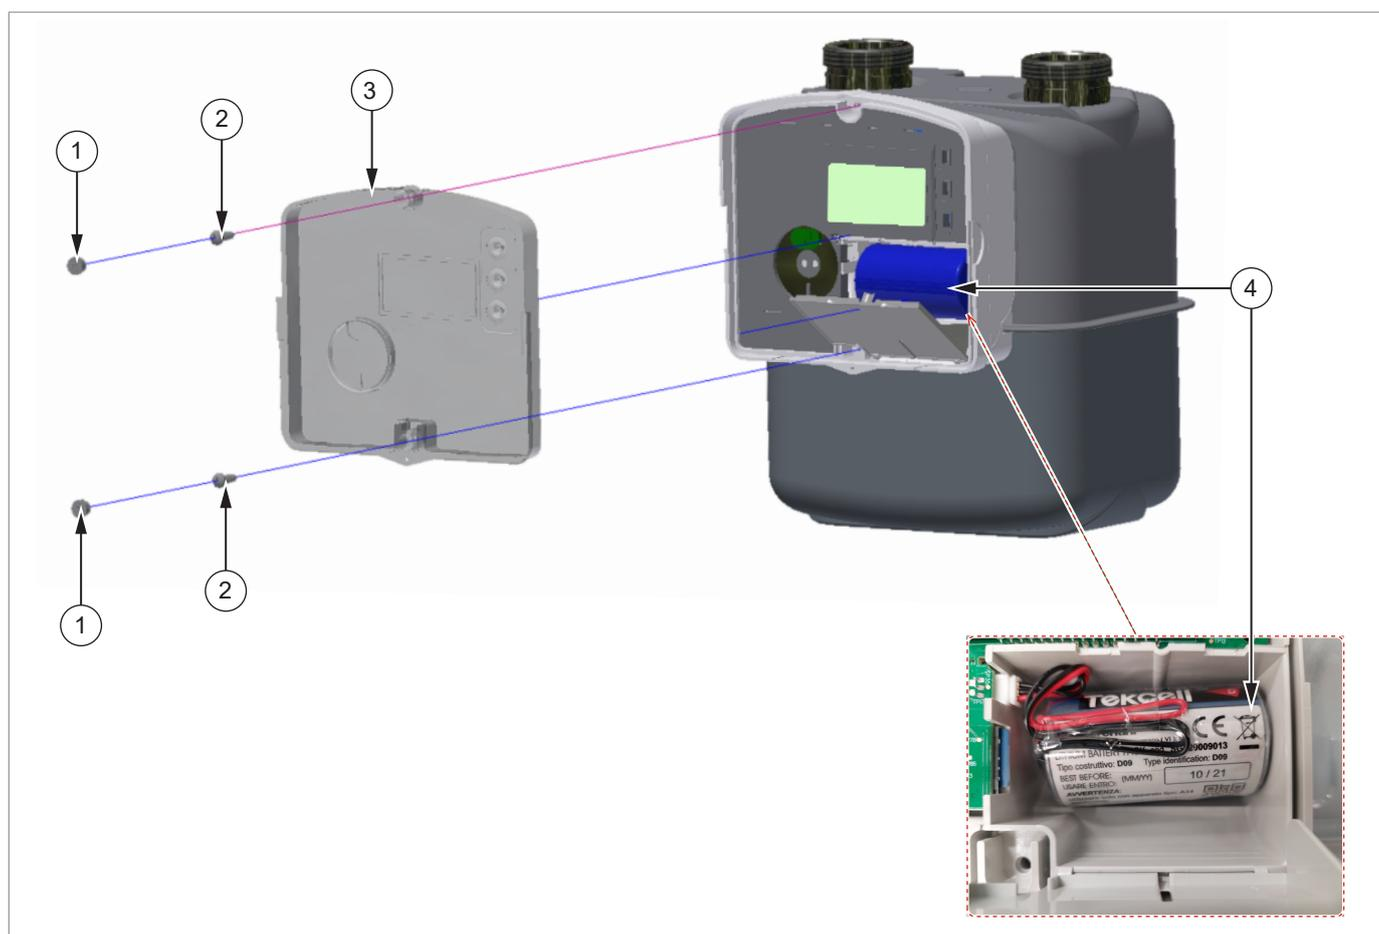

Fig. 11.13. Parti di ricambio
- una posizione riportata nel disegno d'assieme dell'apparecchiatura (Fig. 11.13);
Riferimento ai codici di ordine delle batterie (Pos. 4 - Fig. 11.13) di ricambio: